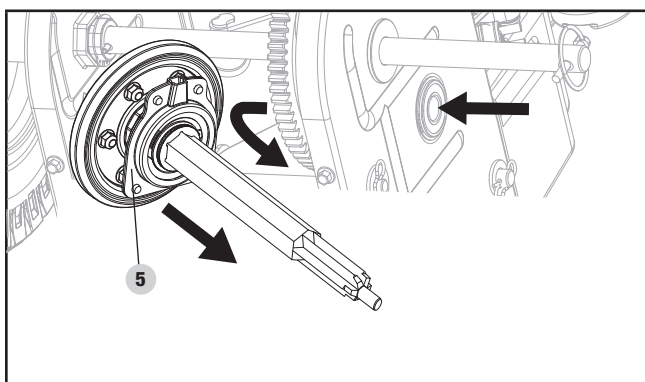

Figure 29
5. Positionnez prudemment l'arbre hexagonal vers le bas et la gauche avant d'enlever l'assemblage du disque d'embrayage (5) de l'arbre en le faisant glisser prudemment. (figure 29).